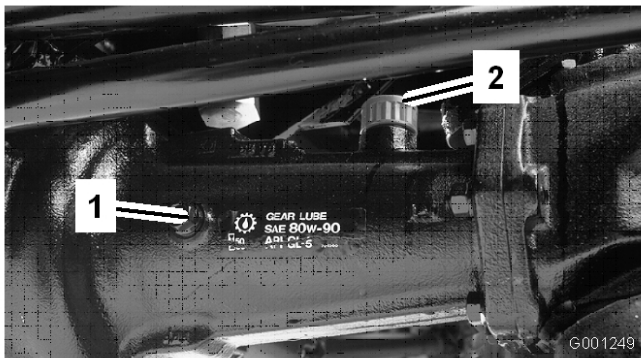
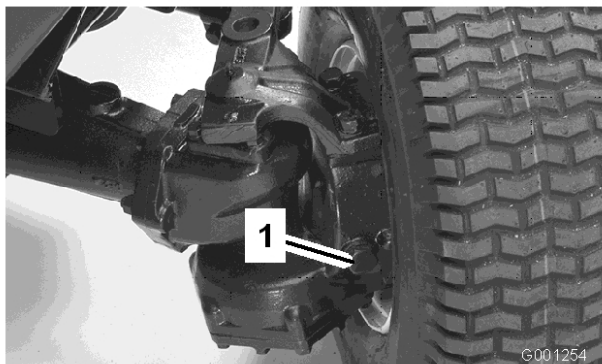

Bild 26
Bild 27
2. Entfernen Sie die Prüfschrauben aus der Achse und stellen Sie sicher, dass der Schmierstoff die Unterseite aller Löcher erreicht. Wenn das Niveau niedrig ist, nehmen Sie die Füllschrauben ab und füllen Sie ausreichend Schmiermittel ein, um das Niveau auf die Unterkante der Prüfschraubenlöcher anzuheben (Bild 26 und Bild 27).